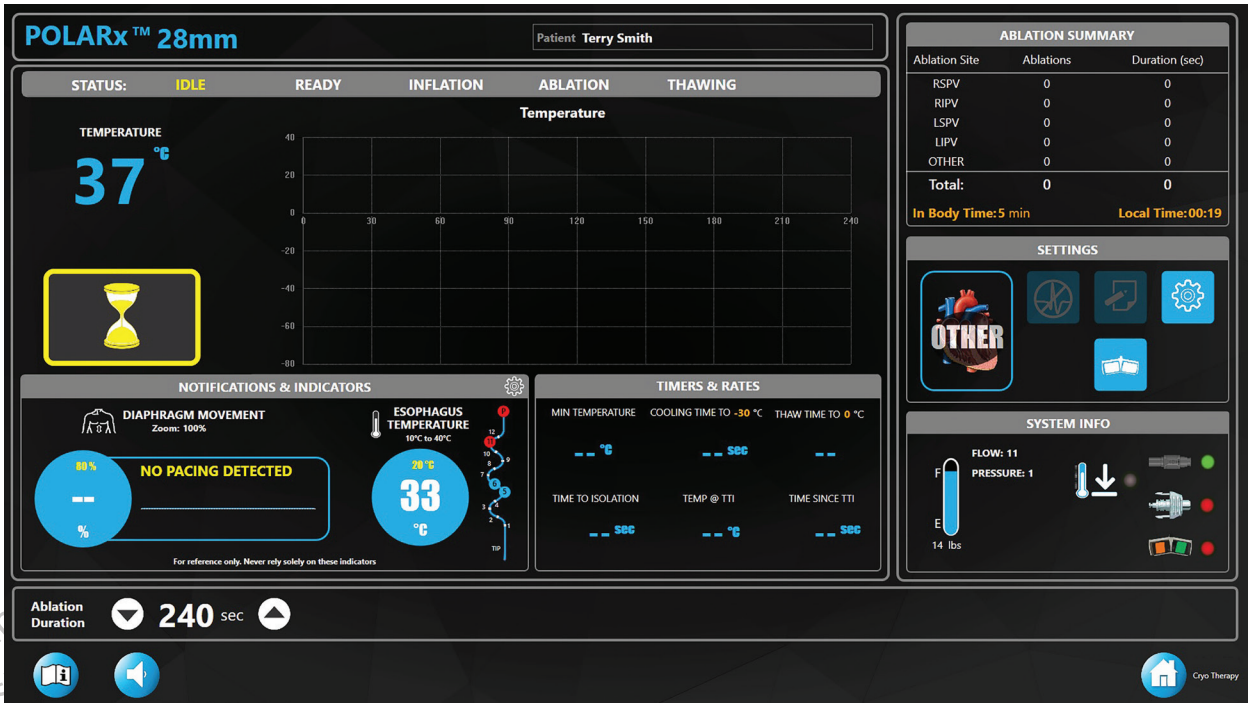

Figura 11. Sonda de Temperatura Esofágica CIRCA™ S-CATH - Sensores que não funcionam
- Se algum dos sensores não estiver a funcionar, será realçado a vermelho (consulte a Figura 11).